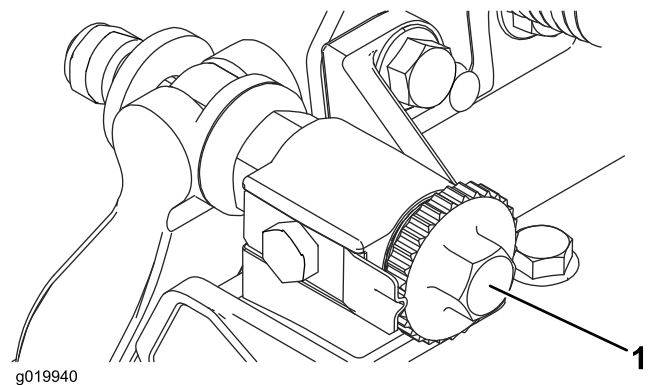

Bild 8
1. Stellen Sie die Schneideinheit auf eine flache und ebene Fläche. Drehen Sie die Einstellschrauben des Untermesserträgers nach links, um sicherzustellen, dass der Untermesserträger nicht die Spindel berührt (Bild 8).